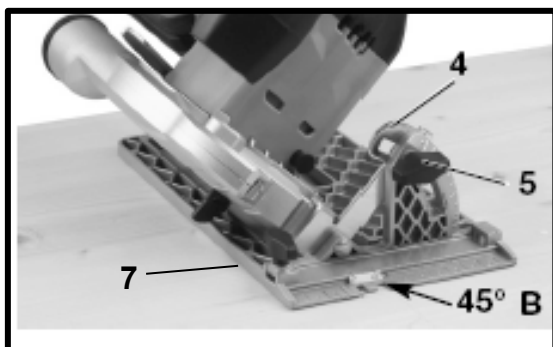

Рис.11
### 6.8. Резка под углом 0 - 45° (Рис.11).
- Ослабьте фиксатор регулировки наклона (5) Рис.11.
- Наклоните опорную плиту (7) на нужный угол ориентируясь на шкалу угла наклона (4).
- Затяните фиксатор регулировки наклона (5), чтобы зафиксировать опорную плиту (7).